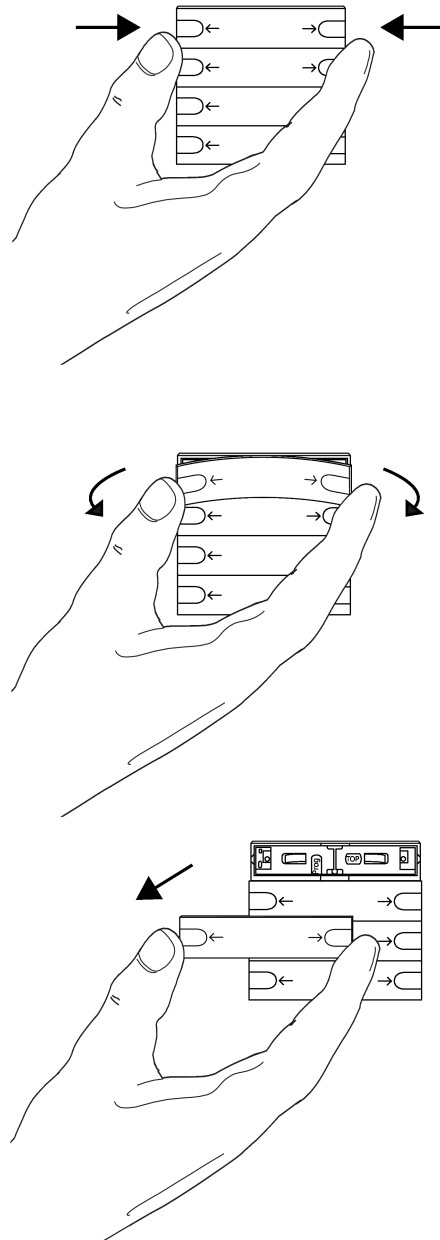

Figura 5: Smontaggio del copritasto di messa in funzione
- Sganciare il copritasto di messa in funzione dal sensore a pulsante tirando su entrambi i lati (Vedi figura 5).